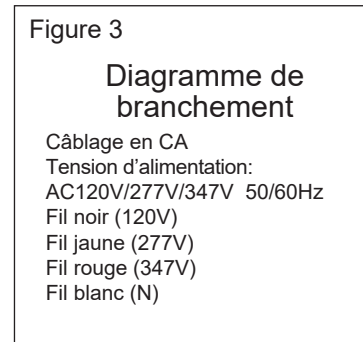

Figure 3
4. Effectuer les connexions appropriées entre l'alimentation en courant alternatif et le transformateur de l'appareil (Fig.3) :: **Blanc:** Neutre **Noir:** 120V **Jaune:** 277V **Rouge:** 347V **Vert:** Mise à la terre Isoler les fils non utilisés! Connecter la terre au fil de terre fourni conformément aux codes locaux. Remonter toutes les connexions de fils et les connecteurs.
La batterie peut être connectée en polarité inversée. Vérifier les connexions. Connecter le fil positif à la borne positive de la batterie et le fil négatif à la borne négative de la batterie. Les lampes doivent alors s'éteindre et l'indicateur de charge doit s'allumer lorsque le courant alternatif est appliqué. (Fig.3)